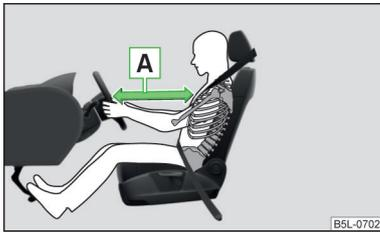

Fig. 9
- Il est important que le conducteur et le passager avant se tiennent à une distance minimum de 25 cm du volant et du tableau de bord [A] » fig. 9. Les airbags ne peuvent pas vous protéger si vous en êtes plus près - danger de mort ! Les sièges avant et les appuie-têtes doivent en outre toujours être ajustés en fonction de la taille des personnes.